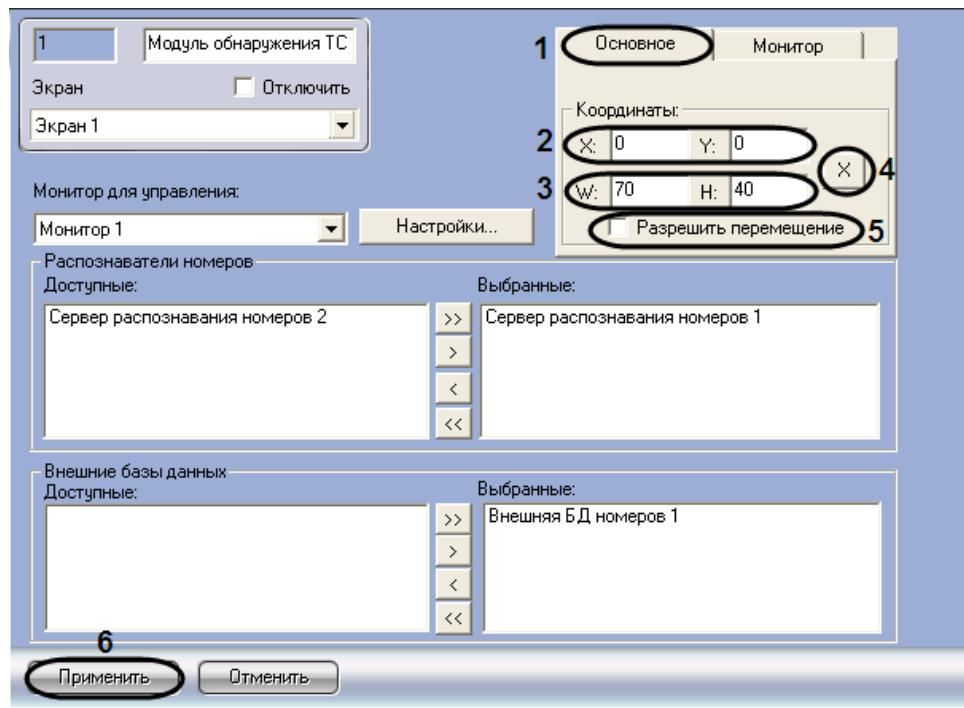

Рис. 7.8—2. Настройка размещения компонента «Оперативный монитор»
1. Перейти на панель настройки объекта «Модуль обнаружения ТС» (Рис. 7.8—2).
2. Перейти на вкладку «Основное» (см. Рис. 7.8—2, 1).
3. Задать координаты левого верхнего угла интерфейсного компонента «Оперативный монитор»: поля «X»(отступ по горизонтали от левой границы экрана компьютера) и «Y» (отступ по вертикали от верхней границы экрана компьютера) (см. Рис. 7.8—2, 2).